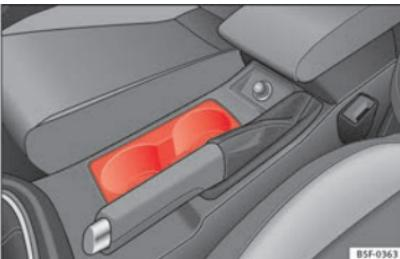

Fig. 159 Console centrale : porte-gobelets avant.
- Placez les boissons sur le support »» **fig. 159**. Il peut accueillir deux boissons.